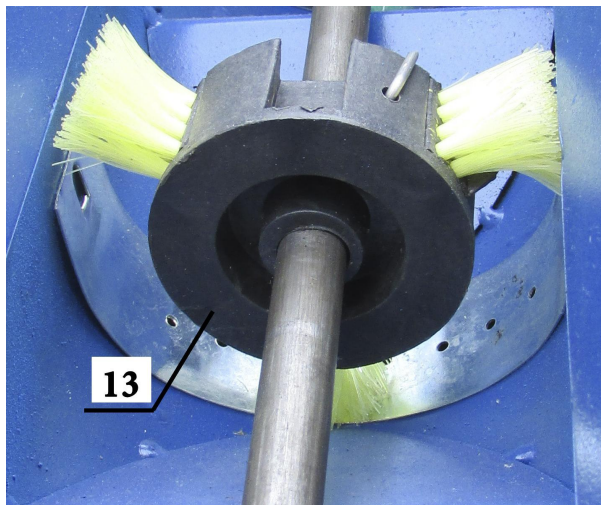

Рис. 3
натяжним роликком і муфтою зчеплення (6), вузла лівого колеса (7), механізму регулювання глибини висівання насіння (8), опорних коліс (9), вузла загортачів (10), трубок насіннепроводів (11), маркера (12), щіткових барабанів (13), рис. 3.